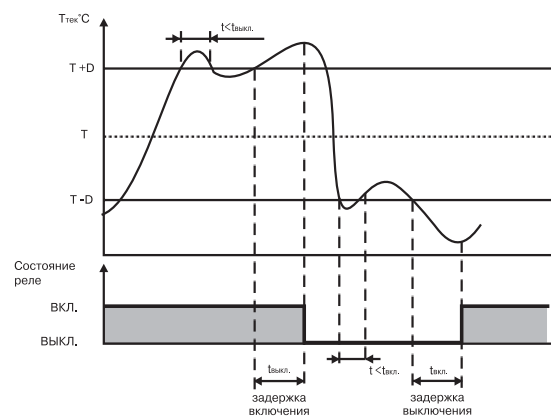

Рис. 10
3.1.4.1.2. Для ЛУ, работающего в режиме устройства сравнения может быть задано время задержки включения и время задержки выключения. ЛУ включает или выключает выходное устройство, если условие, вызывающее изменение состояния, сохраняется, как минимум, в течение времени, установленного в параметрах А1-3 и А1-4 соответственно (рис. 10).